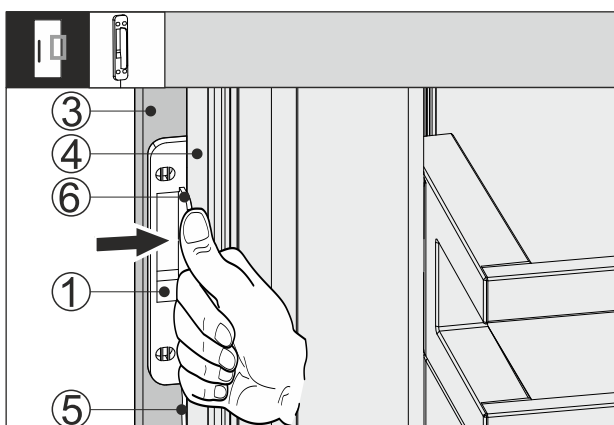

Fig. 66
- Spingere il sensore di battito in testa Fig. 66 (1) tra la parte frontale del mobile Fig. 66 (3) e la porta del dispositivo Fig. 66 (4), in modo che il cavo Fig. 66 (5) si tenda leggermente. La battuta di arresto Fig. 66 (6) del sensore di battito in testa appoggia sulla porta del dispositivo Fig. 66 (4).
- Premere il sensore di battito in testa Fig. 66 (1) sulla parte frontale del mobile Fig. 66 (3).
- Il sensore di battito in testa Fig. 66 (1) è attaccato. L'attacco del sensore di battito in testa ottimizza la trasmissione del segnale di battito in testa.
Il fissaggio permanente del sensore di battito in testa Fig. 66 (1) aumenta la durata utile.
- Avvitare il sensore di battito in testa Fig. 66 (1) alla parte frontale del mobile Fig. 66 (3) con le viti fornite in dotazione.